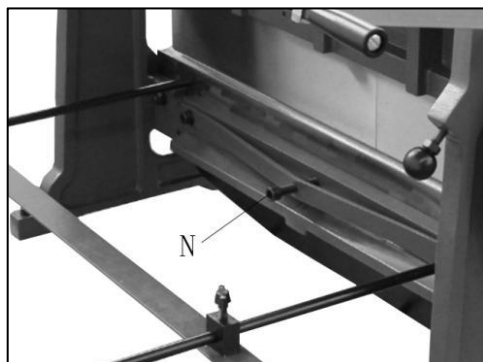

Figura 9
24. Si la cizalla corta el papel en los extremos, pero no en el centro, gire ligeramente el tornillo (N, Figura 9) en el sentido de las agujas del reloj hasta que el papel quede cortado. es longitud del neumático.